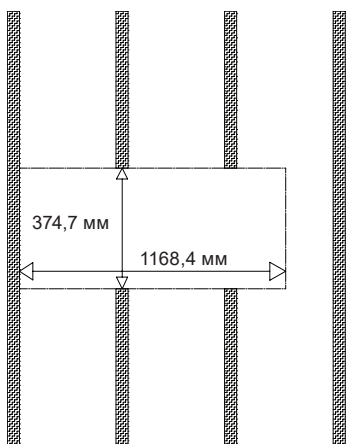

Рисунок 15
2. Полностью прорежьте стойки, которые находятся на месте, необходимом для SCL-2 (рис. 15).